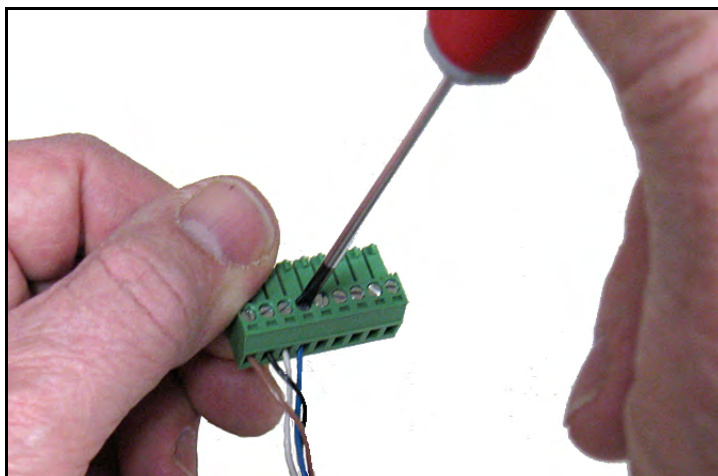

Abbildung 28: Verdrahtung des Kabels mit dem Stecker
- Beachten Sie *Tabelle 1* unten und *Abbildung 28 auf Seite 26*, um das Ende des Messkopfkabels mit den vier Leitern an die untere Klemmenleiste (Stifte 10, 11, 12 und 13) anzuschließen.